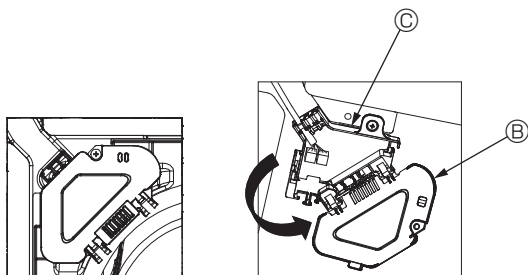

Fig. 4-5
- ③ Verwijder de schroef waarmee de kap van de schakeldoos vastzit en open de kap. (Fig. 4-5)
- ④ Plaats de connector van de verbindingsbedrading in de schakeldoos.
- ⑤ Installeer de kap van de bedrading en de kap van de schakeldoos.